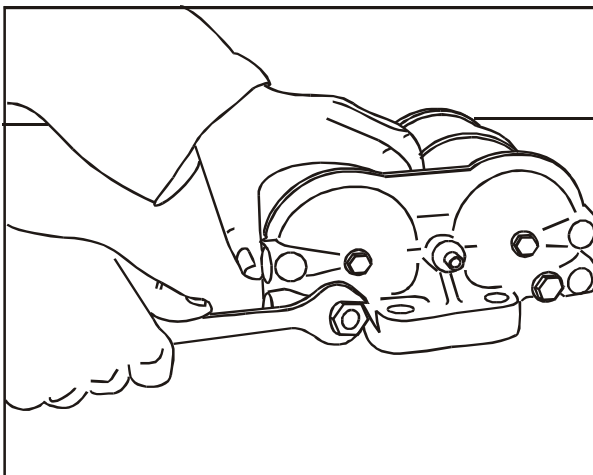

FIG 7
11. Remova a válvula de retorno do filtro ao reservatório do combustível, **Fig. 7.**